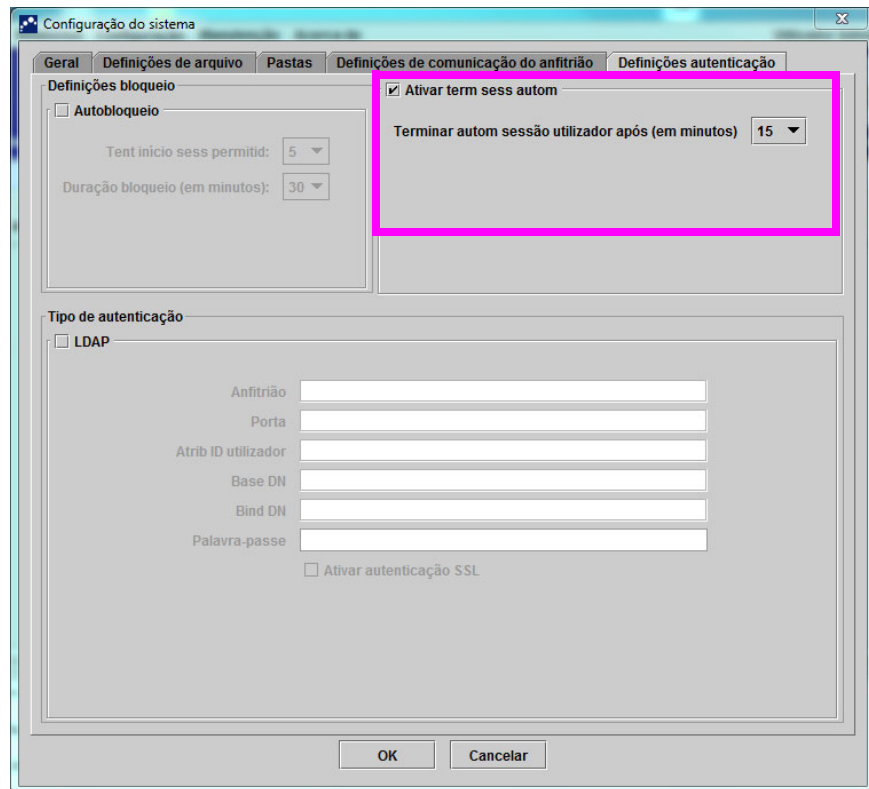

Figura 2-86. Definições de autenticação configuradas para o fim de sessão automático
- Clique no separador **Definições de autenticação**, o que faz aparecer as informações das Definições de autenticação. Ver figura 2-86.